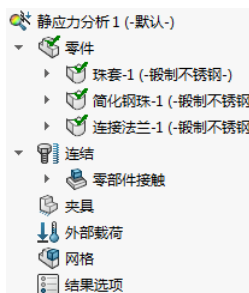

图 10-49 设置材料效果
STEP 2 右键单击算例树中的“零件”项，在弹出的快捷菜单中选择“应用材料到所有”菜单选项，打开“材料”对话框，为所有零部件选用“锻制不锈钢”材料（SolidWorks 材料库中未提供钢珠常用的轴承钢材料，此处权且选用此材料），如图 10-49 所示。